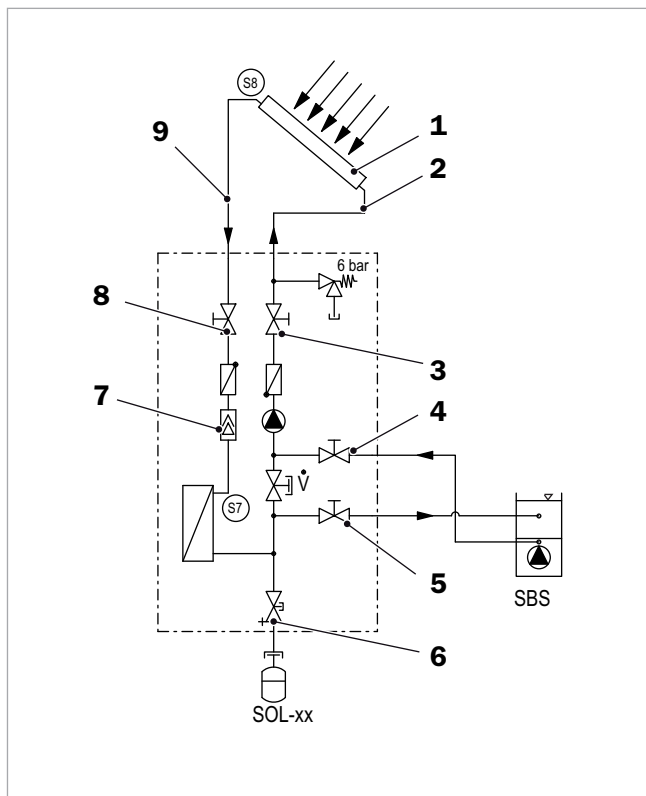

Fig. 18: circuito primario: spurgo dello scambiatore di calore a piastre
6. Sfiatare l'intercettazione aria → fig. 18, S. 16 (7) della stazione tramite lo sfiatatoio manuale.
- Dopo il nuovo riempimento del circuito solare, durante l'esercizio avranno luogo dei degassamenti i quali si accumulano nell'intercettazione aria della stazione → *fig. 18, S. 16 (7)*. Questi degassamenti si riducono man mano che aumenta la durata di esercizio. Nei primi giorni dopo la messa in funzione, quindi giornalmente, sfiatare l'intercettazione aria e, infine, a seconda della separazione della quantità d'aria ad intervalli più lunghi e controllare la pressione dell'impianto.
1. Chiudere la valvola a coperchio (7, vedere → *fig. 18, pag. 16*) sul vaso di espansione solare (marcatatura orizzontale).